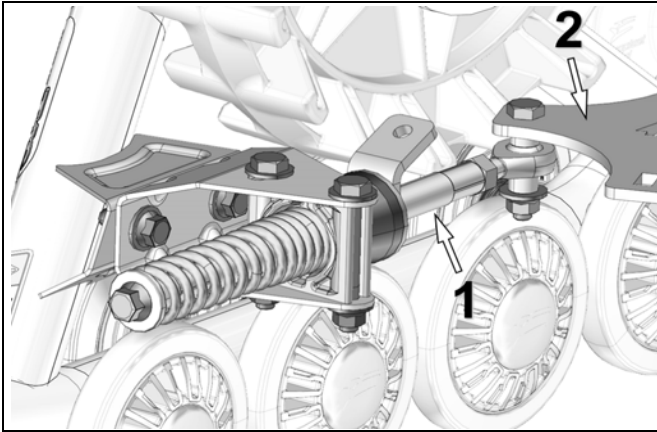

Figure 12
- Le bras stabilisateur (1) doit être fixé à l'ancrage arrière (2) du véhicule. Voir la Figure 12.